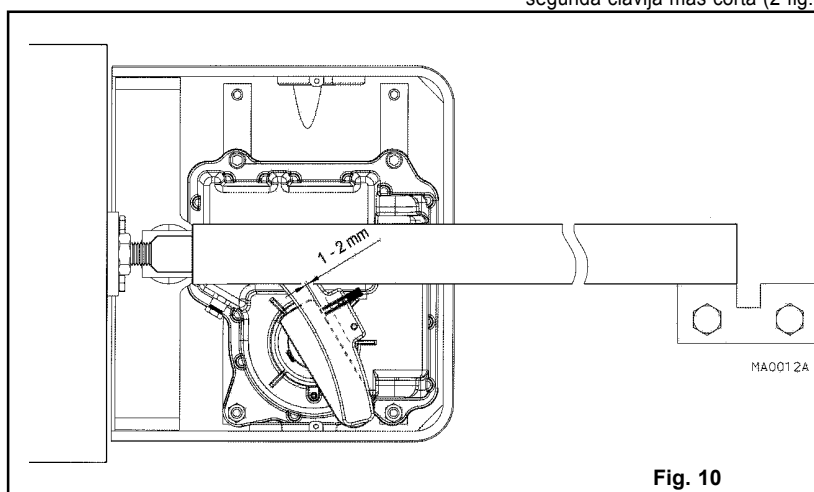

Fig. 10
- Visser le goujon (1 fig. 10) sur la bielle de connexion jusqu'à ce qu'il ressorte de l'autre côté.
- Régler le goujon de façon à avoir, lorsque le vantail s'appuiera sur le dispositif externe de l'arrêt mécanique à la fermeture, environ 2 mm d'espace entre le goujon et le levier à moteur (fig.10).
- Une fois la position définie, fermer le goujon de fin de course à l'aide d'un second goujon plus court (2 fig. 10).
- Atornille la clavija (1 fig. 10) al brazo de conexión hasta hacerlo sobresalir por el otro extremo.
- Regule la clavija de forma que, cuando la hoja durante el cierre se apoye en el tope externo del regulador mecánico, se observen aproximadamente 2 mm de luz entre la clavija y la palanca del motor (fig.10).
- Cuando haya definido la posición, bloquee la clavija de final de carrera mediante una segunda clavija más corta (2 fig. 10).
- Wkręcić kołek (1 rys. 10) na łączniku tak, by wystawał po przeciwnej stronie.
- Wyregulować kołek tak, aby po dojściu skrzydła do zewnętrznego mechanicznego ogranicznika zamykania, pozostawały ok. 2 mm przeswitu pomiędzy kołkiem i dźwignią silnika (rys.10).
- Po ustaleniu położenia zablokować kołek wyłącznika krańcowego za pomocą drugiego, krótszego kołka (2 rys. 10).